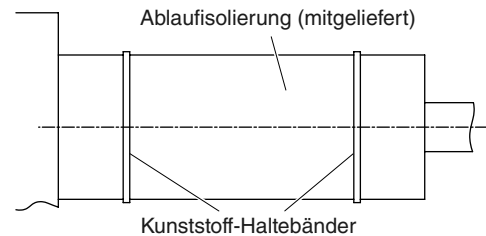

Abb. 3-10b
(2) Nach Kontrollieren des Abflaufs das mitgelieferte Abdichtmaterial und die Isolierung um das Rohr wickeln, dann mit den mitgelieferten Halteklammern sichern. (Abb. 3-10b)